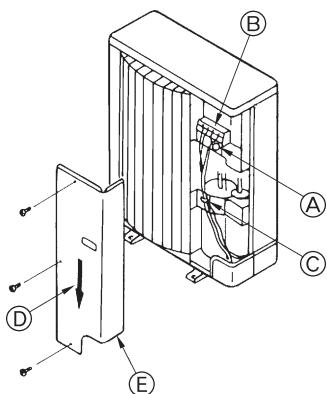

Fig. 6-2
- (A) Unidade interior
- (B) Unidade exterior
- (C) Controlo remoto
- (D) Interruptor principal/fusível
- (E) Ligação à terra
- (F) Interruptor/fusível principal para aquecedor eléctrico
- (G) Ligação à terra para aquecedor eléctrico
6.2. Cablagem da unidade exterior (Fig. 6-2)